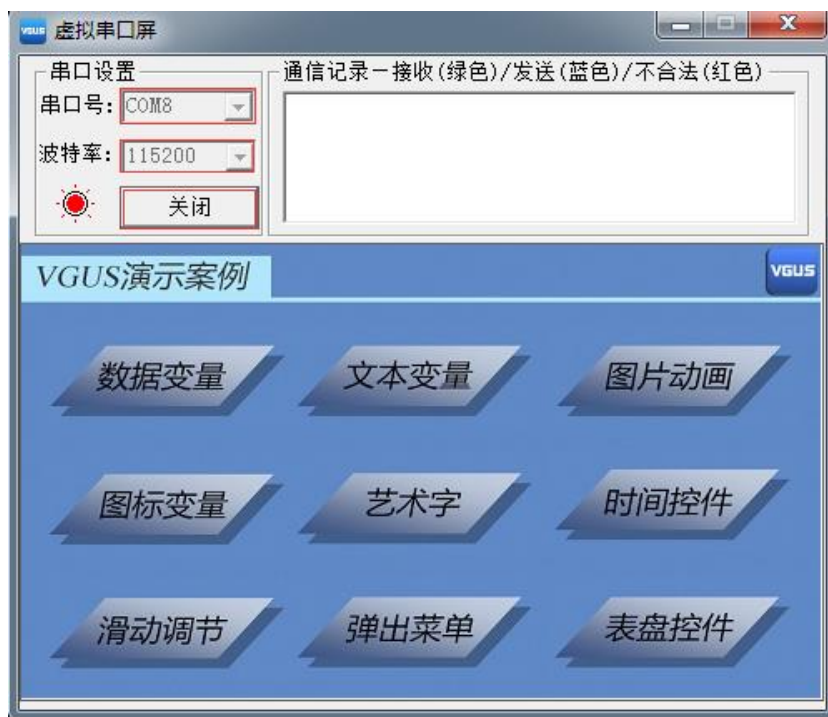

图 1.15 设置虚拟串口屏串口号
- (2) 运行虚拟串口屏，选择串口通道 COM8，设置波特率，再点击“打开”按钮后，如图 1.15 所示。这样串口调试工具的 COM7 和虚拟串口屏的 COM8 就可以进行匹配。